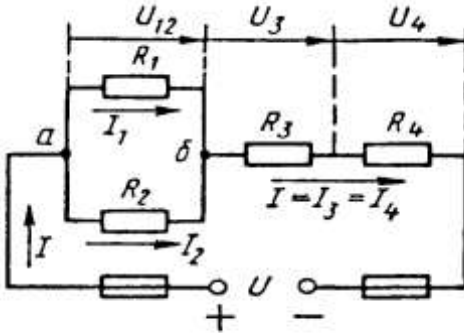

Рис. 1
Условие задачи. Цепь постоянного тока со смешанным соединением состоит из четырех резистором. Заданы схема цепи (рис. 1), значения сопротивлений резисторов:
2) обозначим токи  $I_1, I_2, I_3, I_4$  на (рис. 1) стрелками и определим их значения из формулы мощности: